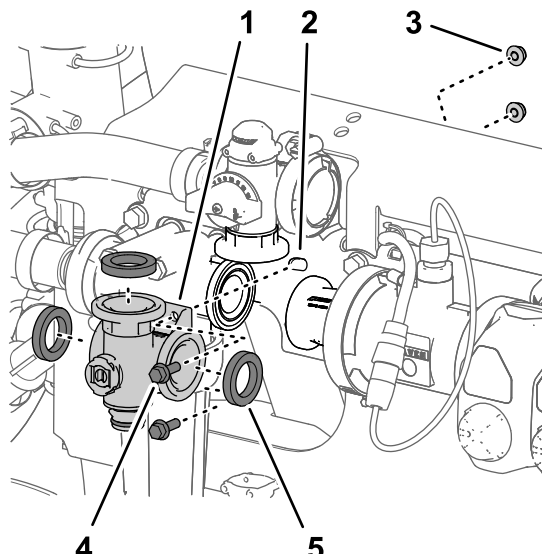

图 109
3. 松开将搅拌阀歧管固定至阀支架的 2 个凸缘头螺栓 1/4 x 3/4 英寸和 2 个凸缘锁紧螺母 1/4 英寸图 109。
4. 从机器上卸下搅拌阀歧管和垫片图 109。